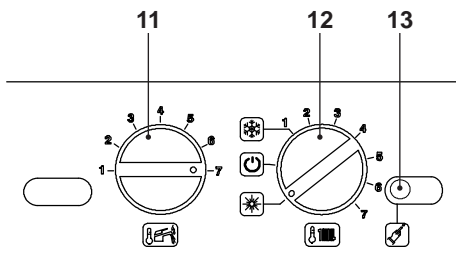

Fig. 9.9
- Posizionare le manopole del pannello comandi come indicato in Fig. 9.9.
- Per entrare nella modalità Spazzacamino bisogna entrare in programmazione premendo per 15 secondi il pulsante di ripristino 13 in Fig. 9.9 fino alla comparsa del parametro **P01**.
- Premere il pulsante di ripristino 13 in Fig. 9.9, per lo scorrimento dei vari parametri